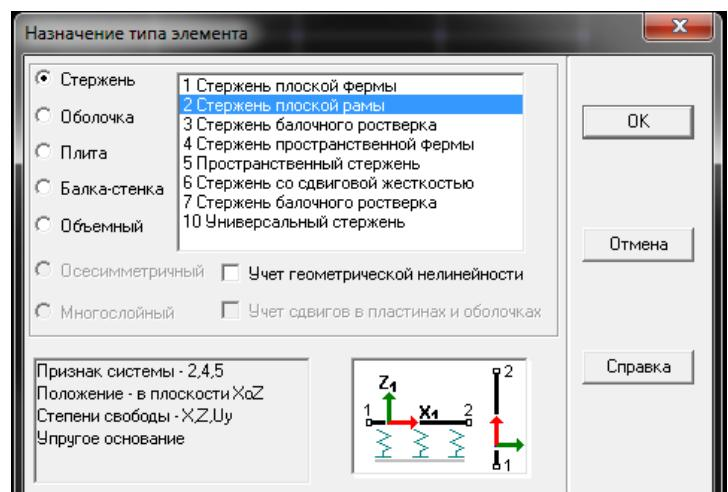

Рисунок 2.12 - Диалоговое окно SCAD
9. Назначение опорных связей (опор) осуществляется в диалоговом окне **Связи** (рис.2.12), которое появляется при нажатии кнопки «Установка связей в узлах» инструментальной панели вкладки **Назначения**.
10. Тип конечных элементов (КЭ) играет не маловажную роль в точности определения напряженно-деформированного состояния конструкции от действия внешних нагрузок. Тип КЭ, наиболее точно подходящий для расчетной схемы можно выбрать в диалоговом окне **Назначение типа элемента** (рис.2.12), вызываемое нажатием кнопки на инструментальной панели при активизированной вкладке **Назначение**.